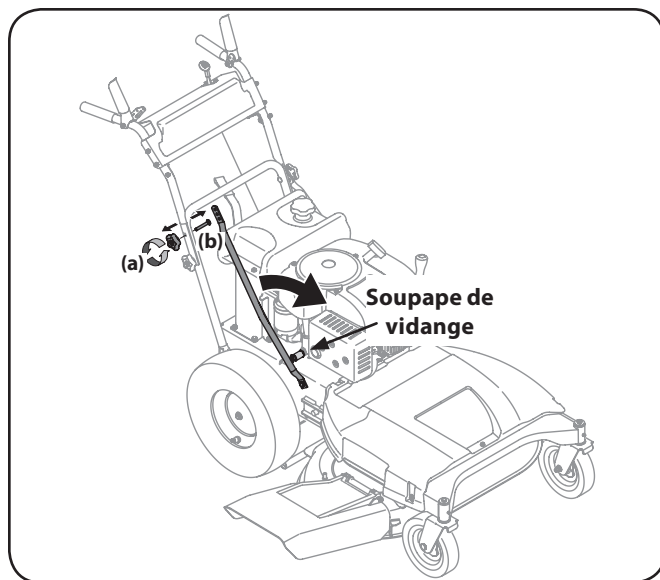

Figure 6-1
2. Retirez le bouton étoile et le boulon de carrosserie du côté droit de la poignée. Voir Figure 6-1.
3. Faites basculer le bras de support vers l'avant pour pouvoir brancher le boyau de vidange d'huile à la soupape de vidange. Voir Figure 6-1.